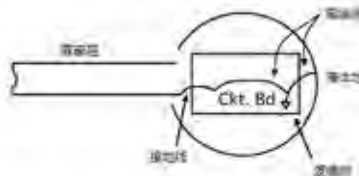

图12 使用接地线最坏的情况
5. 用接地线连接逻辑地 (见图 6 和图 12 的点 5)。
在图 12 中，从屏蔽导体上引出的接地线直接连到逻辑地，这是不恰当的。因为这形成一条尾连线，该线除非通过电源不可能接到箱体上。按这种方式进行布线，逻辑地的电路将不断地把射频电流注入到尾连线。这条间接的路线会使尾连线成为所有例子中最长的，并可能是讨论过的最坏情况。